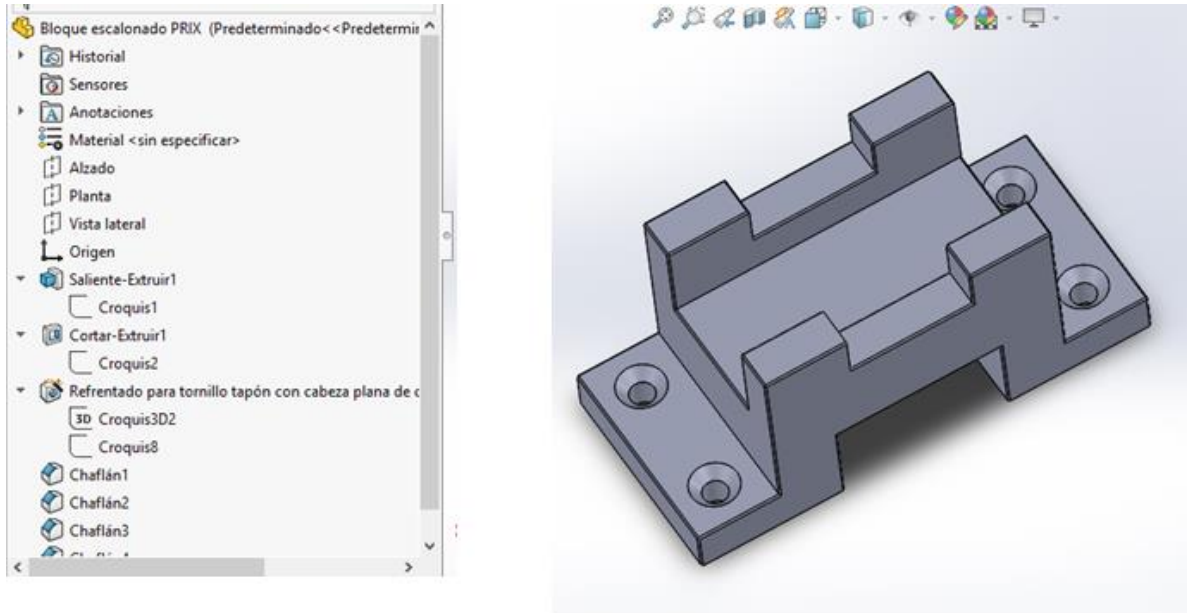

Figura 1.20 Pieza terminada con los chaflandes indicados
- Vaya al menú chaflán de la barra de herramientas operaciones y configure todos los chaflanes a 0.4 mm (excepto las caras de abajo) Ver figura 1.20.